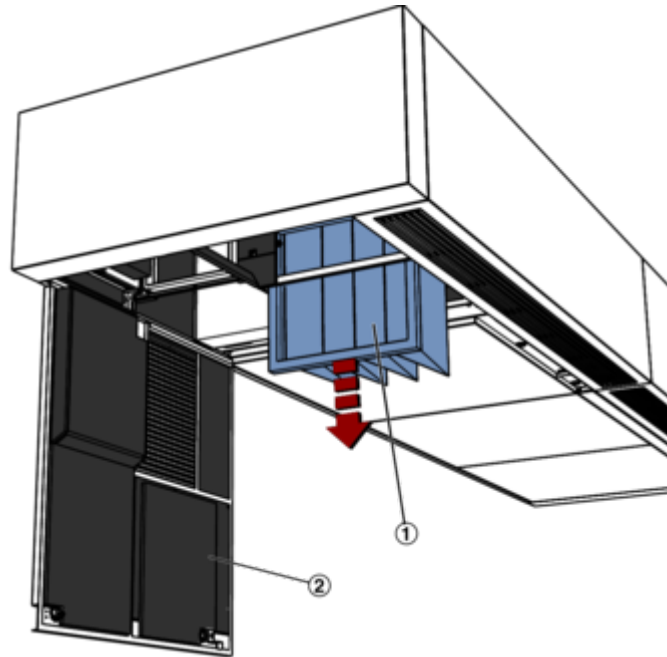

Abb. 83: Feinstaubfilter
3. ▶ Am Filter (Abb. 83/1) die Sicherungslasche öffnen und den Filter aus dem Filtereinschub herausziehen.